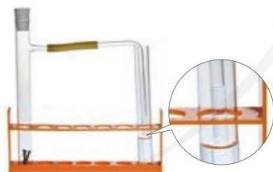

图 4-21 铁钉的吸氧腐蚀实验
(1) 将经过酸洗除锈的铁钉用饱和食盐水浸泡一下, 放入图 4-21 所示的具支试管中。几分钟后, 观察导管中水柱的变化, 解释引起这种变化的原因。
(2) 取两支试管, 分别放入两颗锌粒和等体积、等浓度的稀盐酸, 观察现象。然后, 向其中一支试管中滴加 12 滴硫酸铜溶液, 再观察现象。解释产生不同现象的原因。